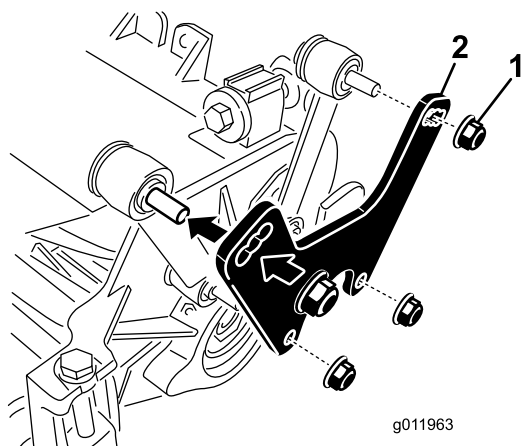

Figura 9
1. Rimuovete i dadi e le rondelle che fissano i tiranti di sollevamento alla piastra laterale dell'apparato di taglio e al telaio portante (Figura 9).